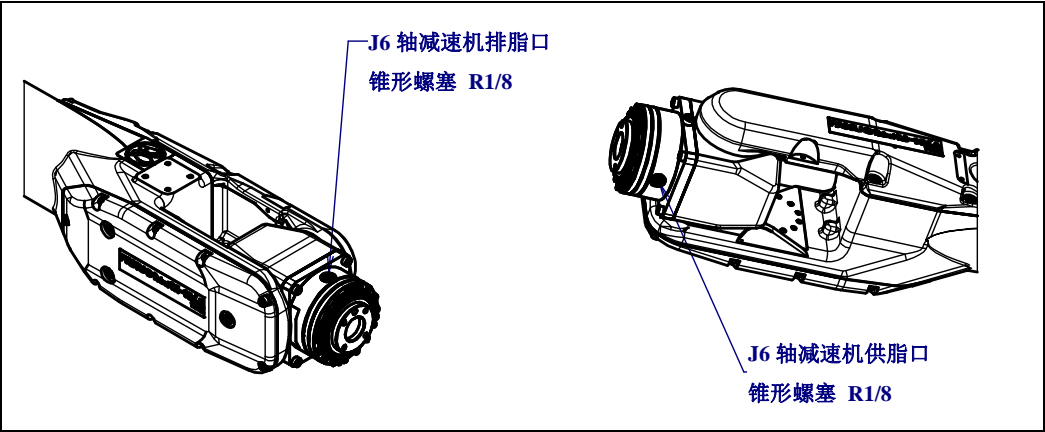

图 8.3.2 J6 轴供脂部位
- 2 有关供脂部位、供脂方法，请参阅图 8.3.2、表 8.3.2。